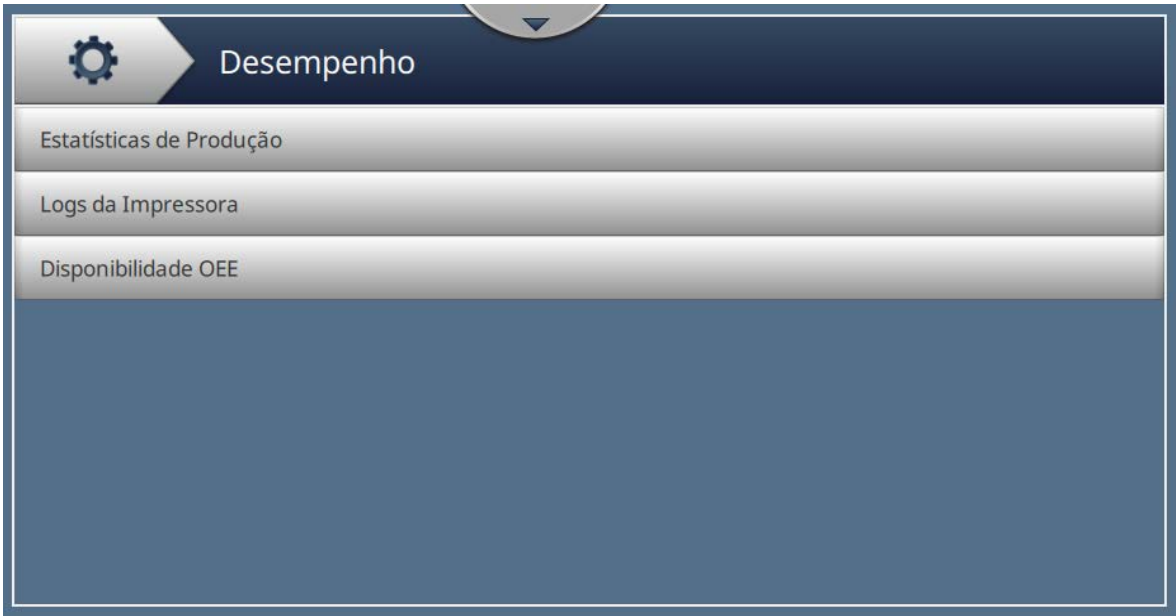

Figura 6-3: Tela Desempenho
1. Toque o botão  na tela Ferramentas. A tela Desempenho é aberta, como mostra a Figura 6-3.